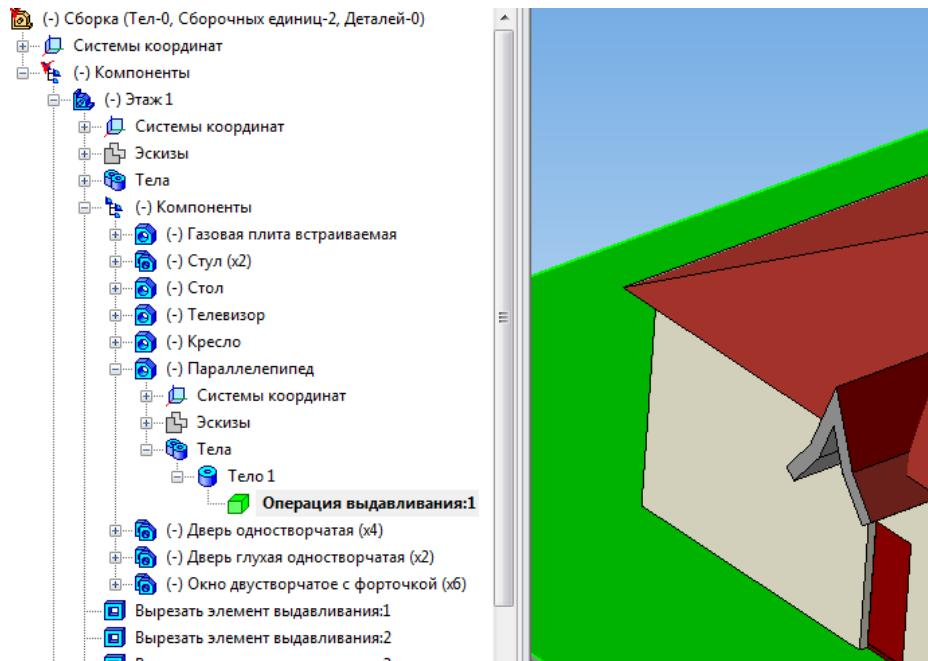

Рисунок 2.1.13. Операция выдавливания в дереве модели.
- б) В дереве модели найти выделенную операцию построения параллелепипеда (**Операция выдавливания**). (Рис. 2.1.13)